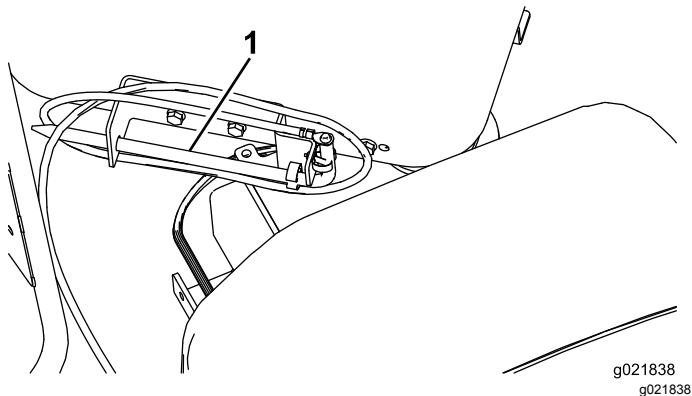

**Bild 34**
8. Verstauen Sie den Erdungsstab in der Halterung an der Bedienerplattform, wie in Bild 34 abgebildet.